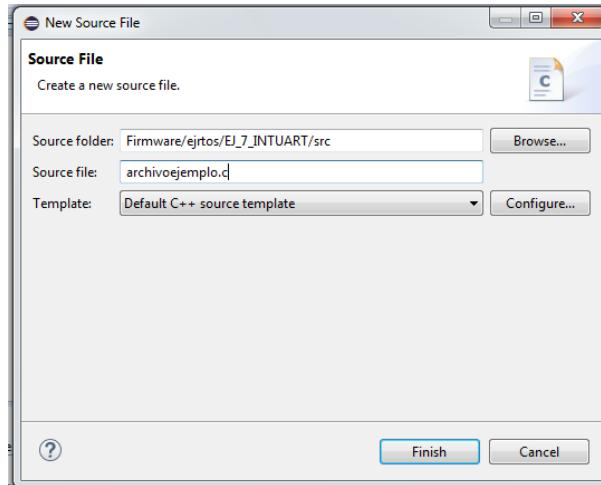

Figura 26: Generación de archivo fuente para implementación de proyecto.
- **Paso 3:** Para generar el archivo fuente, el usuario debe ubicarse sobre la carpeta *inc*, y luego oprimiendo click derecho, debe seleccionar la opción *New → Source File*. A continuación se abre una ventana cuyo aspecto es similar al de la Figura 26, en ella, se debe establecer el nombre del archivo fuente,el cual en este caso es *Ejemplo\_1.c*. Al terminar la escritura de su nombre, debe escribirse la terminación *.c*,y oprimir el botón *Finish*, para concluir la generacion de dicho archivo.